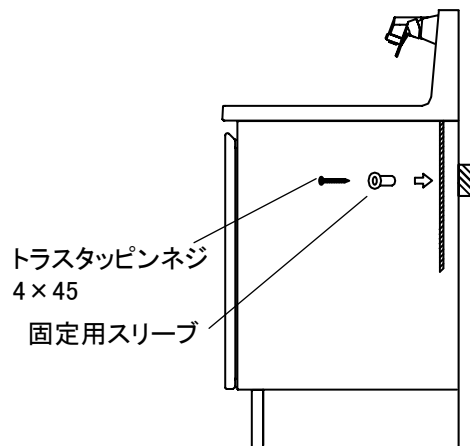

図5
③下台を所定の位置に設置してください。
④下台内部より、固定用スリーブを介してネジで下台を壁面固定してください。[図5]